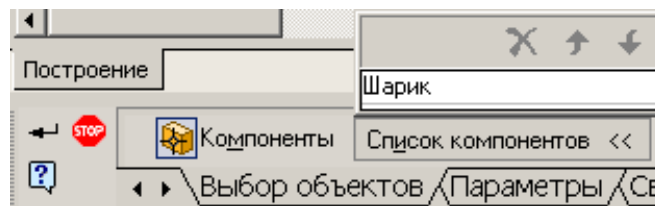

Рисунок 4.22 – Приклад вибору деталі кулька
11. На вкладці **Вибір об'єктів** клацніть мишкою кнопку **Компоненти і** у дереві побудови виберіть деталь Кулька (рис. 4.22).